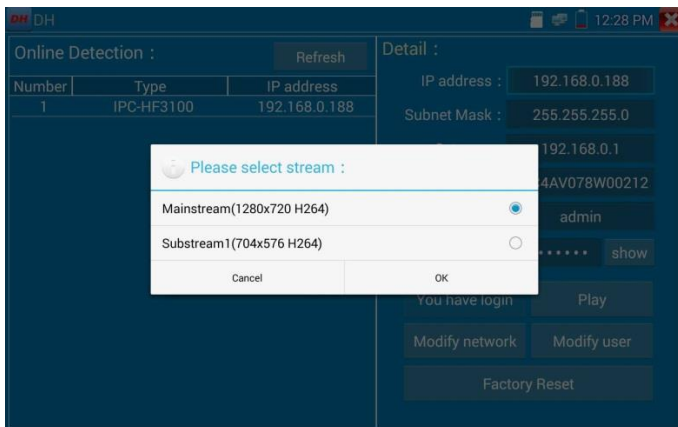

Рис. 149 Выбор видеопотока для тестируемой видекамеры
3. Если видекамера поддерживает выбор из нескольких потоков, выберите нужный, рис. 149